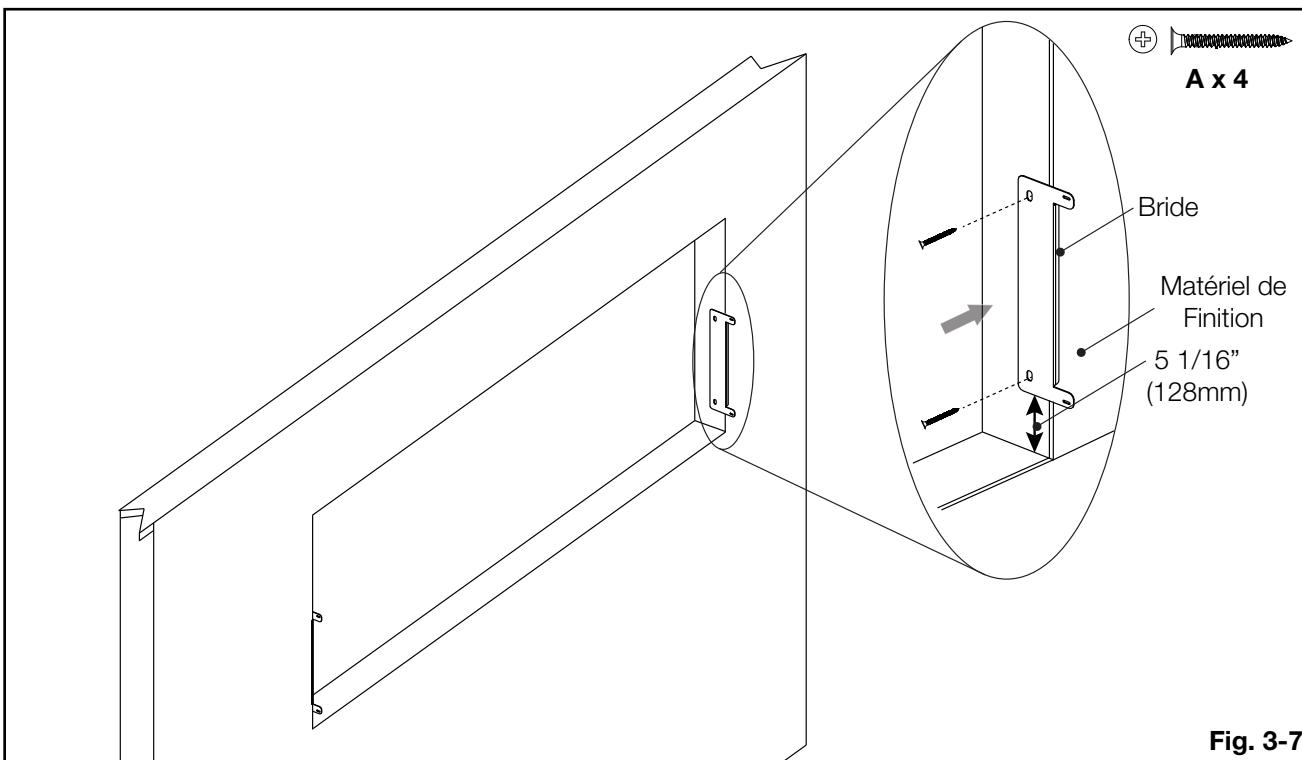

Fig. 3-7
- A.** Installez les supports d'ossature en alignant la bride sur le matériel de finition, et 5 1/16" (128mm) du bas de l'ouverture du cadre (**Fig. 3-7**).